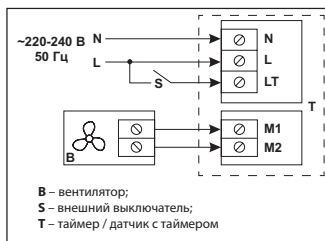

Рис. 4. Схема подключения
- 9) Подключите провода к клеммнику согласно схеме подключения (рис. 4);
- 10) Подключите провода к клеммнику согласно схеме подключения (рис. 4);
Подключение таймера/датчика с таймером производится согласно схеме, указанной на рис. 4.